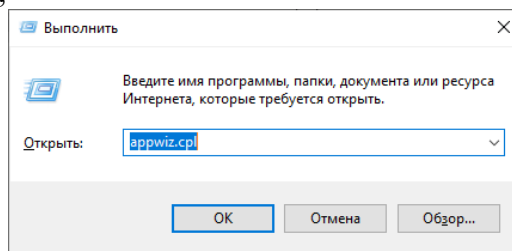

Рисунок 2.2.3
- в появившемся окне (см. Рисунок 2.2.3) ввести команду: